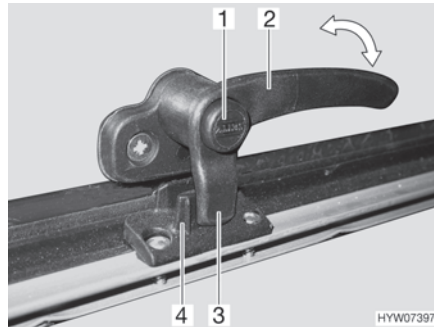
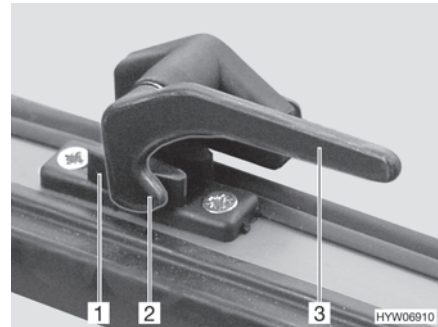

Fig. 87 Palanca de bloqueo con botón de seguridad en la posición de "cerrado"
Fig. 88 Palanca de bloqueo en la posición de "cerrado"
- Si existe, pulsar el botón de seguridad (Fig. 87,1) y mantenerlo pulsado.
- Girar toda la palanca de bloqueo (Fig. 87,2 ó Fig. 88,3) un cuarto de vuelta hacia el centro de la claraboya.
- Girar todas las palancas de bloqueo (Fig. 87,2 ó Fig. 88,3) un cuarto de vuelta hacia el marco. El saliente de bloqueo (Fig. 87,3 ó Fig. 88,2) se encuentra en la cara interior del bloqueo de la claraboya (Fig. 87,4 ó Fig. 88,1).
- En la posición "cerrada fijamente" (Fig. 87 y Fig. 88)